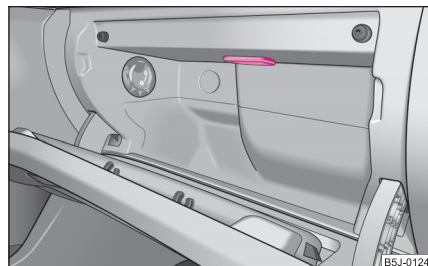

Abb. 202 Leuchte im Ablagefach auf der Beifahrerseite ausbauen
- Ein Messer oder Ähnliches seitlich zwischen Leuchte und Ablagefach schieben ⇒ Abb. 202. Leuchte vorsichtig heraushebeln.